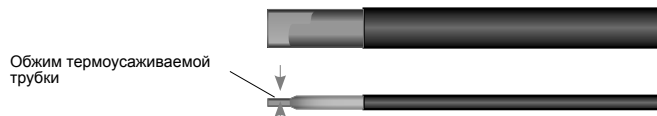

Рисунок 10
5.2.3. Термоусадить термоусаживаемую трубку с клеевым слоем длиной 35 мм с помощью воздушного термопистолета горячим воздухом и сразу обжать свободный конец трубки плоскогубцами (см. рис. 10). Температу́ра усадки 250 °С.